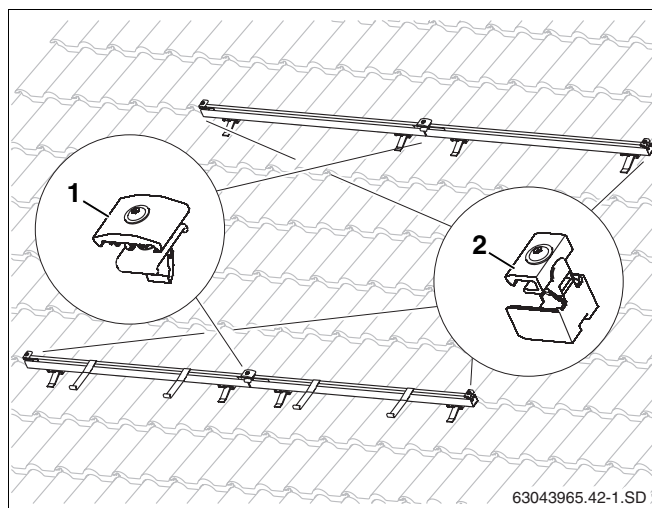

Fig. 40 Elementos de fixação para o colector
As fixações dos colectores nos perfis são feitas com um tensor de colector unilateral (fig. 40, **item 2**) no princípio e no fim de uma fila de colectores e os tensores de colector bilaterais (fig. 40, **item 1**) entre os colectores.